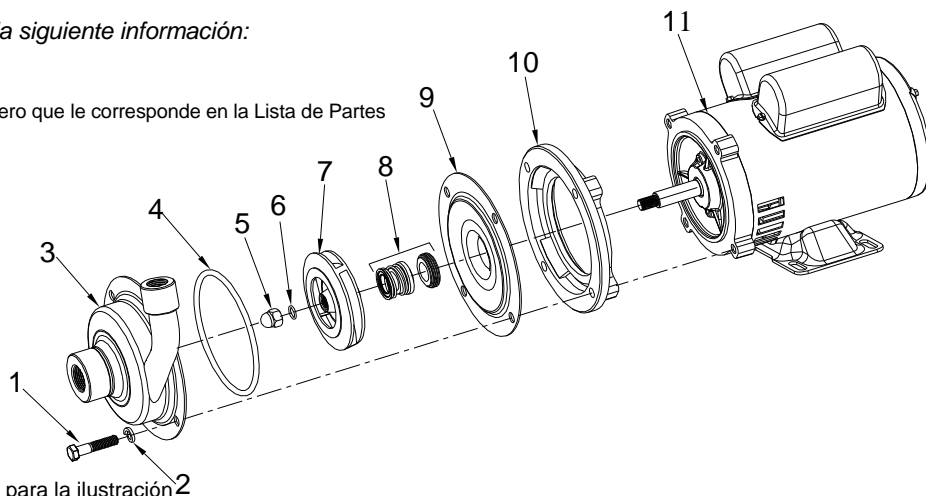

Figura 4 — Piezas de repuesto para la ilustración 2
**NOTA:** MOTOR (POR UNIDADES ENVIADAS SIN CONDUCTOR SOLO ) (referencia a la Figura 4)
REPARACIÓN DE SELLO DEL EJE (Referencia a la figura 4)